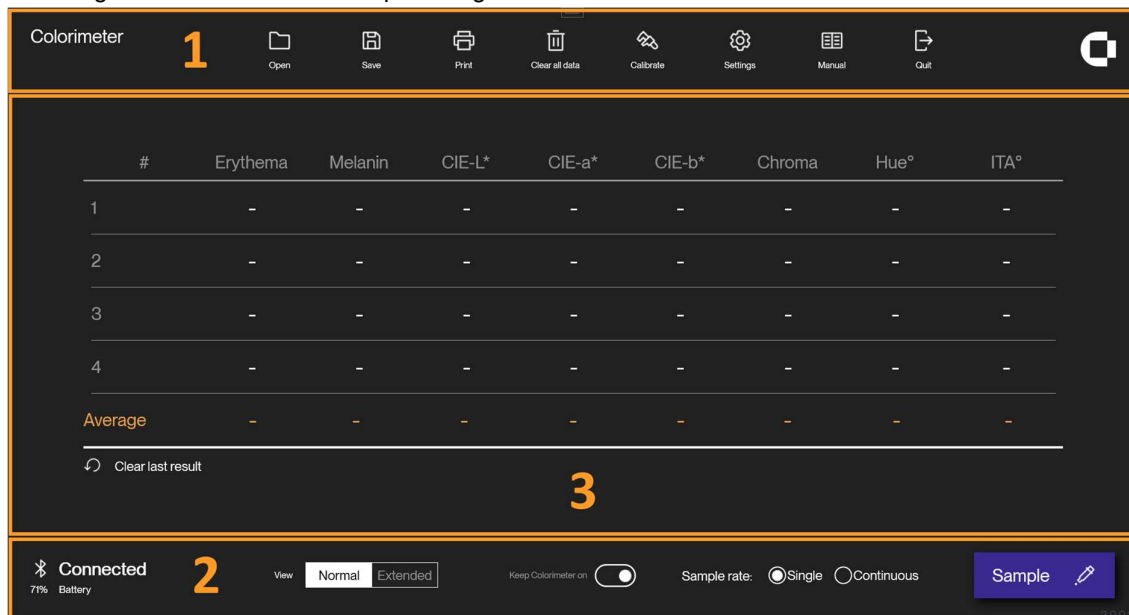

Figure 11 Interface utilisateur principale divisée en 3 zones délimitées en orange
L'interface utilisateur principale présentée à la Figure 11 a été divisée en trois zones pour les besoins de ce guide. Les zones 1 et 2, indiquées par des numéros orange, sont des menus généraux accessibles à tout moment pendant l'utilisation du logiciel Colorimeter DSM-4.
- Le menu Paramètres (Settings menu) (non affiché à la Figure 11) est décrit à la section 6.3.5.